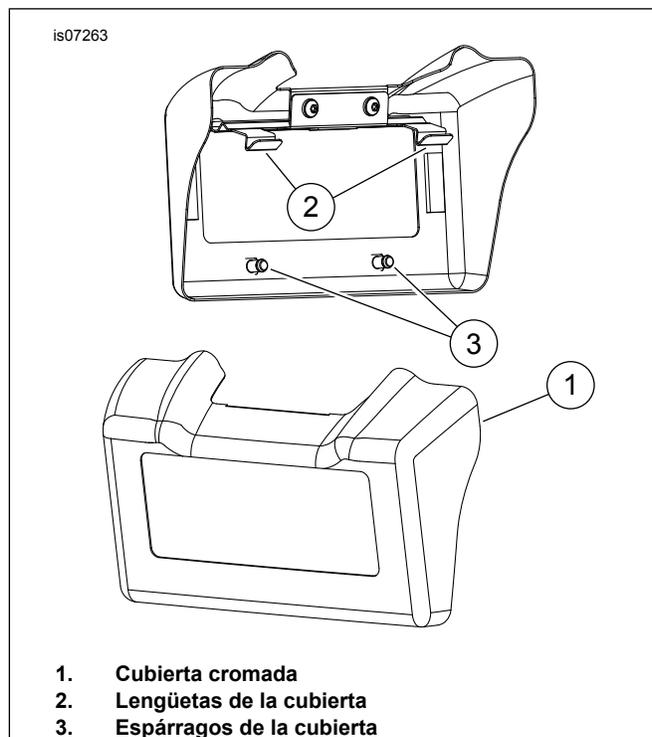

Figura 1. Cubierta cromada para enfriador de aceite
2. Vea Figura 1. Deslice la parte superior de la cubierta cromada nueva (1) para que las dos lengüetas (2) enganchen detrás de la parte superior del enfriador de aceite.
3. Empuje la cubierta hacia abajo y alinee los espárragos de la cubierta (3) con las arandelas aislantes del enfriador de aceite y presione los espárragos dentro de las arandelas aislantes.